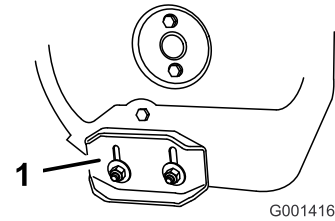

Figura 42
3. Afloje las tuercas que sujetan los patines a los lados del sinfín hasta que los patines se deslicen fácilmente hacia arriba y hacia abajo (Figura 42).